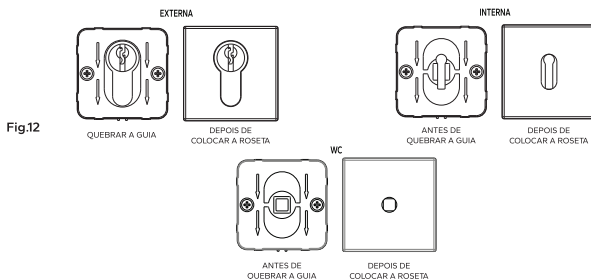

Fig.12
- 4 - Caso tenha comprado a fechadura para aplicação externa, quebre o guia de entrada do calço da maçaneta do acessório plástico e centralize-o utilizando o cilindro como referência e alinhe-o utilizando as setas voltadas para BAIXO observando o alinhamento com a face da porta. Marque as 2 (duas) furações do acessório plástico na porta e parafuse-o com os parafusos correspondentes. Repita a operação do outro lado da porta (Fig.12).
- 5 - Caso tenha comprado a fechadura para aplicação interna ou WC, sobreponha o acessório plástico para a fixação da Roseta Interna ou WC exatamente sobre a furação de entrada da chave ou tranqueta usando-as como referência e alinhe-o utilizando as setas voltadas para BAIXO observando o alinhamento com a face da porta. Marque as 2 (duas) furações do acessório plástico na porta e parafuse-o com os parafusos correspondentes. Repita a operação do outro lado da porta. Quebre o guia de entrada do calço da maçaneta dos dois lados dos acessórios plásticos (Fig.12).